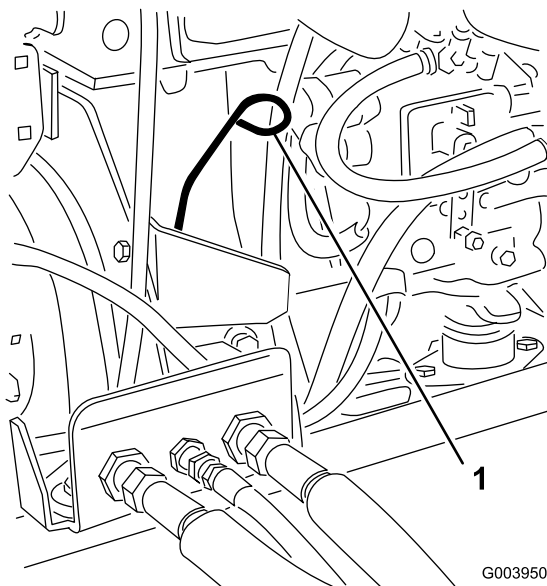

Рисунок 28
3. Извлеките масломерный щуп, тщательно протрите и снова вставьте его (Рисунок 28).